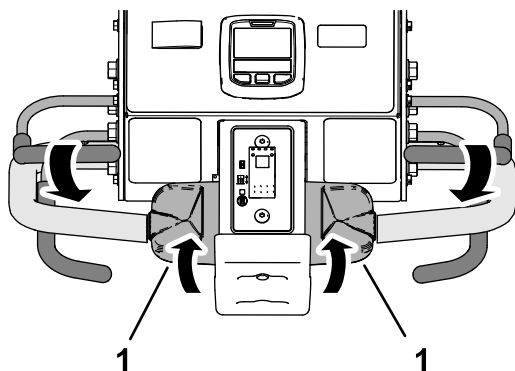

Figura 97
- Mientras sostiene la barra de presencia del operador contra el manillar, gire lentamente la parte superior del control de tracción hacia atrás (Figura 97).